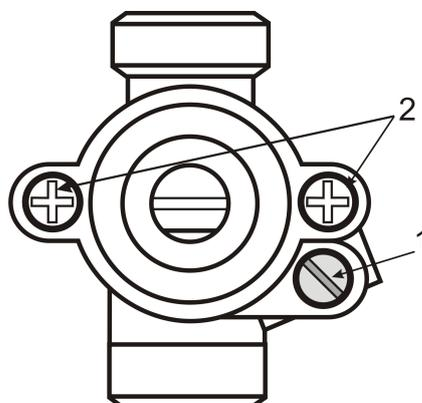

Рис.5. Кран горелок открытого пламени и горелок поверхностей закрытого пламени
- С помощью регулировочного винта 1 (см. рис.5) отрегулируйте подачу газа на горелку. При повороте регулировочного винта по ходу часовой стрелки подача газа на горелку уменьшается, при повороте против хода часовой стрелки – увеличивается.